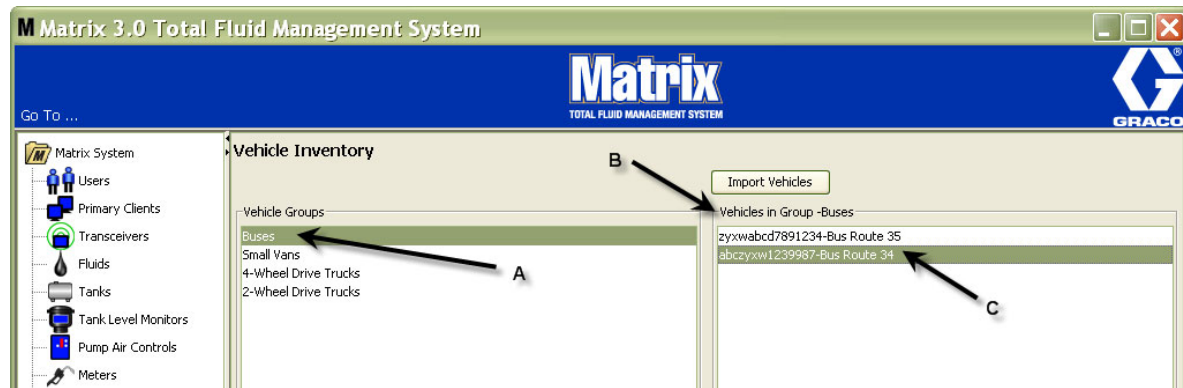

图 156
7. 车辆仅当与其关联的特定组突出显示时才在主车辆库存屏幕上显示。在图 156 中提供的示例中，突出显示的是车辆组“客车”(A)。注意，组名称“客车”已被添加到“组中车辆”一列标题(B)的末端，该列中显示的列表仅包含车队库存中的客车。上面没有小货车、2 轮驱动卡车或 4 轮驱动卡车。这些车辆将在选定此类类别时显示。